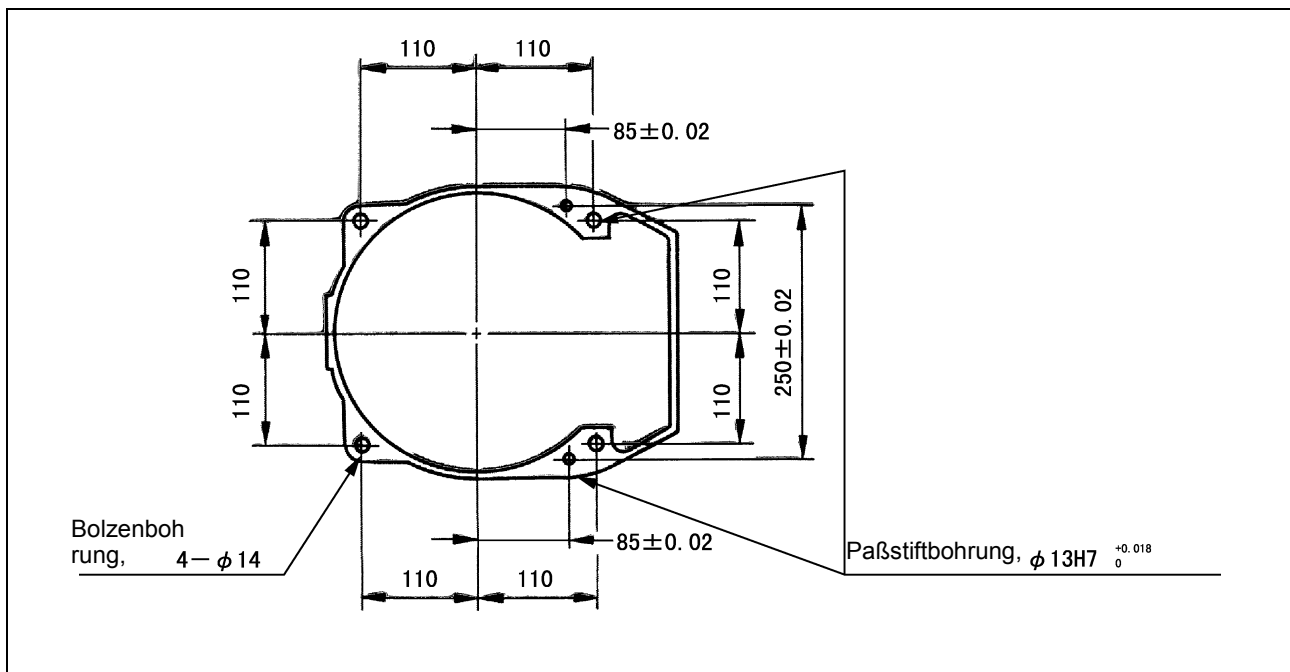

Abbildung 2-7 Positionen der Bolzen-/Paßstiftbohrungen für die Robotereinheit
- (1) Bohren Sie entsprechend den in Abbildung 2-7 angegebenen Abmessungen an den Stellen, an denen die Robotereinheit verankert werden soll, vier grobe Löcher für Bolzen der Größe M12 und zwei Löcher für Paßstifte in den Montagesockel.
- (2) Senken Sie die Robotereinheit ab, und setzen Sie sie genau auf den Montagesockel. Befolgen Sie dabei die Anweisungen im Abschnitt zum Transport.
- (3) Drehen Sie zwei parallele Paßstifte mit einem Durchmesser von 13 mm in die von Ihnen gebohrten Paßstiftlöcher.